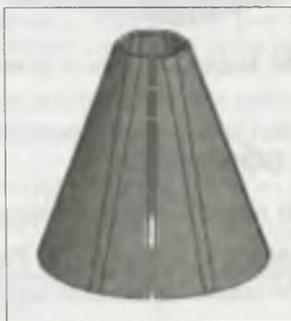

Рис. 29.51. Модель **Линейчатая обечайка**
- ◆ задайте необходимые параметры и нажмите кнопку **Создать объект** — в графической области появится модель **Линейчатая обечайка** (рис. 29.51), а в **Дереве** модели — ее пиктограмма;